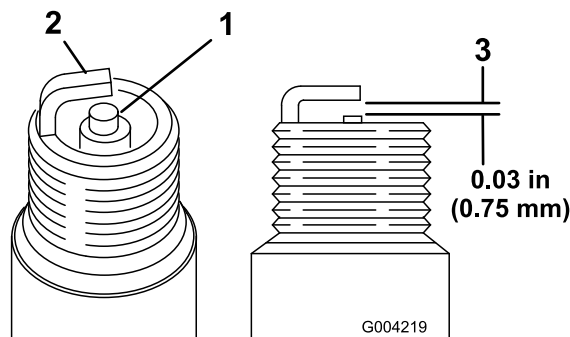

図 16
- 中央の電極部を観察する 図 16。絶縁体部がうす茶色や灰色なら適正、碍子が黒くなっているのは不完全燃焼であるエアクリーナの汚れが原因であることが多い。
- プラグの電極間のエアギャップ 図 16を点検し、
- 適正值から外れていれば外側の電極 図 16を曲げて調整する。